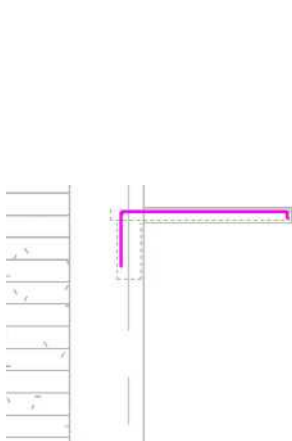

图 15-118 绘制钢筋草图
(6) 打开如图 15-117 所示“修改|创建钢筋草图”选项卡, 单击“绘制”面板中的“线”按钮, 绘制如图 15-118 所示的钢筋草图。